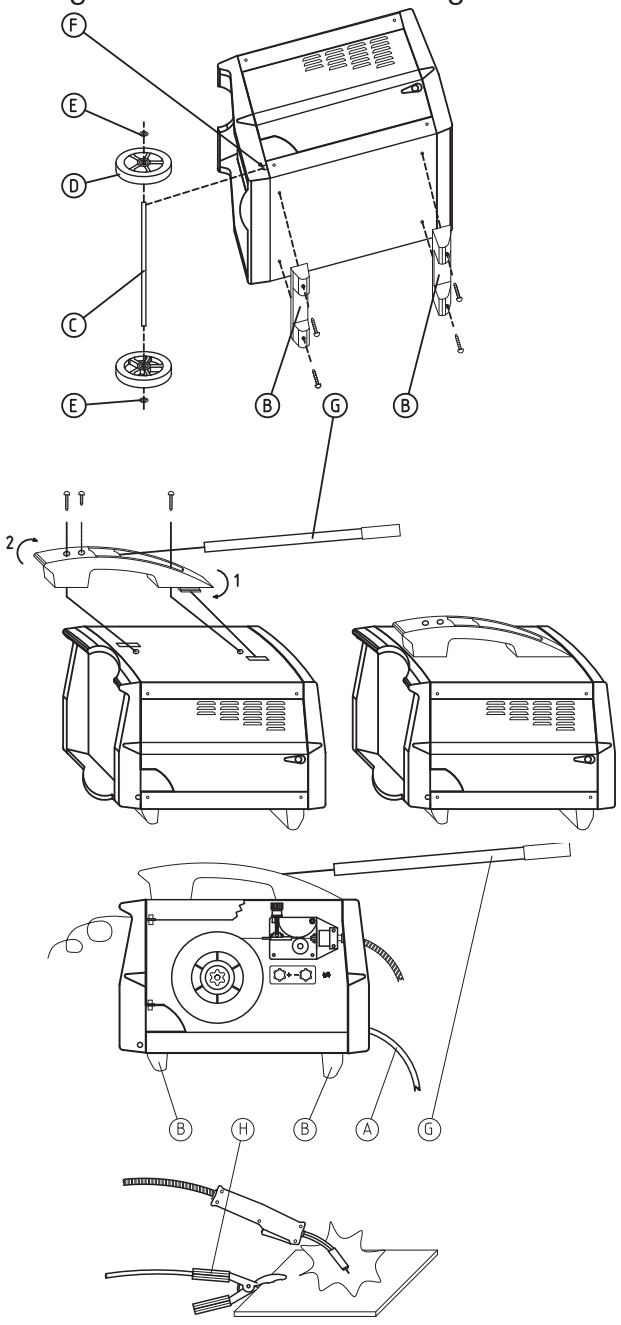

Fig. 1
- Coloque la soldadora con cuidado sobre un costado y fije los dos pies de plástico (B) (delantero y trasero) a la parte inferior de la máquina, usando los cuatro tornillos suministrados de serie. Para el modelo con ruedas, quite con una herramienta la película (F) que cubre el alojamiento del eje y haga correr el eje (C) a través de los dos agujeros, y luego fije las dos ruedas (D) a los extremos del mismo. Sujete las ruedas en su posición, fijando las arandelas (E) de retención en los extremos del eje. Coloque nuevamente la máquina en posición vertical e introduzca la extensión del mango (G) en la parte delantera de la empuñadura para el transporte, fijándolo con el tornillo suministrado de serie (v. Fig. 1).